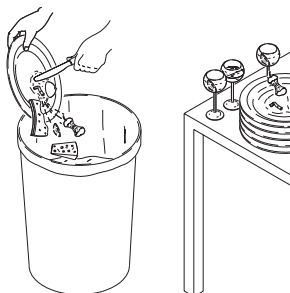

Fig. 13
- elimine los residuos de las vajillas antes de introducirlas en el lavavajillas para el lavado (fig.13)